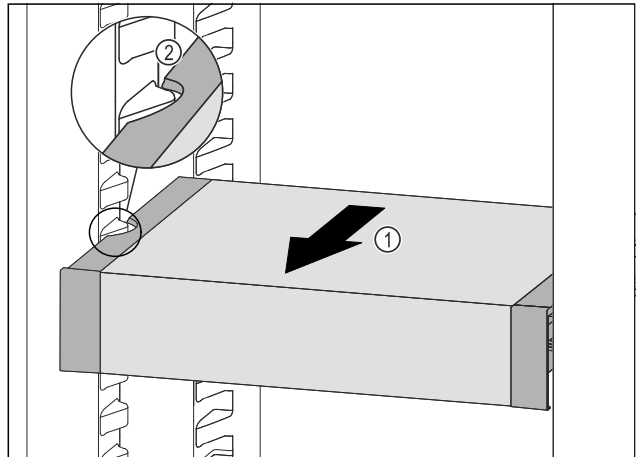

Fig. 167
- VarioSafe nach vorne ziehen Fig. 167 (1), bis sich die seitlichen Aussparungen des VarioSafes auf Höhe der Behälterrippe im Kühlteil befinden. Fig. 167 (2)